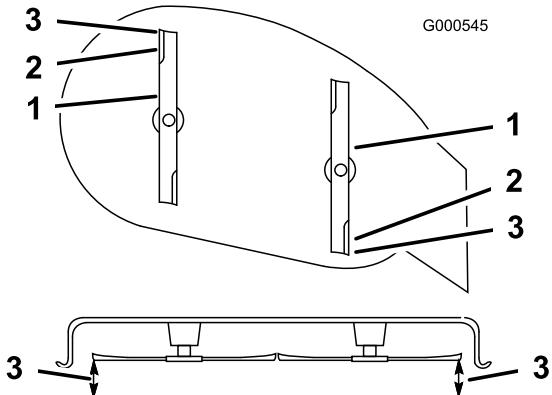

Figura 41
- Impostate l'altezza di taglio alla posizione **D** (76 mm), e fate girare con cautela le lame in modo che siano disposte longitudinalmente (Figura 41).
- Misurate il valore dalla punta della lama anteriore e dalla punta della lama posteriore alla superficie piana (Figura 41). Se la punta della lama anteriore non è inferiore alla punta della lama posteriore di 1,6–7,9 mm, regolate il dado di bloccaggio anteriore.
- Una volta effettuata la regolazione, ricontrollate l'inclinazione longitudinale. Continuate a regolare il dado finché la punta della lama anteriore non è più bassa di 1,6–7,9 mm rispetto a quella posteriore (Figura 41).